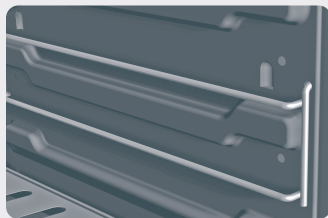

Fig. 20
- 1 | Monte os trilhos nas laterais do forno (Fig.20).
- 1 | Monte os trilhos nas laterais do forno figura (Fig. 20).